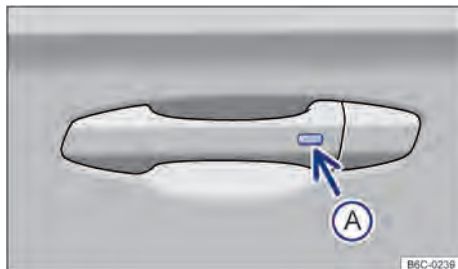

Fig. 48 En la manilla interior de la puerta: tecla para bloquear o desbloquear.
- 1 Presionar la tecla → fig. 48 Ⓐ en el exterior de la manilla interior de la puerta.
- 2 Presionar la tecla → fig. 48 Ⓐ en el exterior de la manilla interior de la puerta.
- Dentro de 5 segundos, presionar la tecla en el lado exterior de la manilla interior de la puerta → fig. 48 . Así, no asirse a la manilla de la puerta. El sistema de cierre y arranque sin llave "Keyless Access" está temporalmente desactivado.